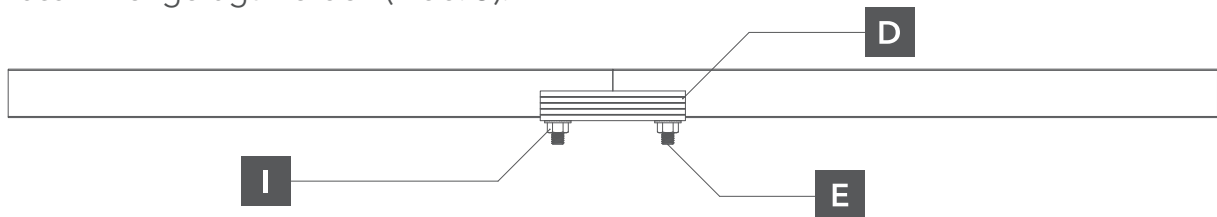

Abb. 5. Verbindung der Montageschienen
**4** Wenn ein System mit mehreren Reihen bestellt wird, können die Montageschienen unterschiedliche Längen haben. Es müssen mithilfe eines Schienenverbinders zusammengefügt werden (Abb. 5).